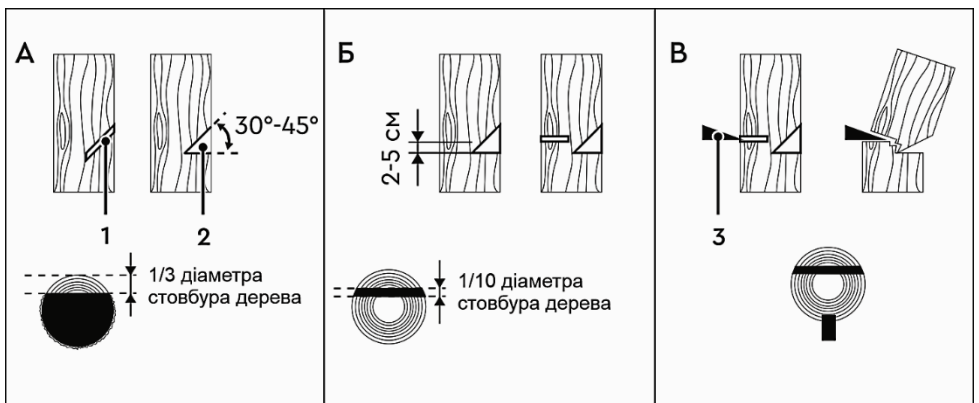

Рисунок 7
4.7.4 Виконання пропилів (рисунок 7)
Почніть пилити дерево з того боку куди воно має впасти (1, рисунок 7-A).
Зробіть клиновидний пропили (2, рисунок 7-A) під кутом 30-45°, глибина якого приблизно дорівнює 1/3 від товщини стовбура.
Валочний розпил (рисунок 7-Б) зробіть із протилежного боку від клиновидного пропилу, помістивши зубчастий упор бензопили на стовбур на 2-5 см вище нижнього краю клиновидного пропилу. Завершіть пиляння тоді, коли до внутрішнього краю клиновидного пропилу залишиться близько 1/10 діаметра стовбура. Коли робите валочний розпил, не намагайтеся пропиляти стовбур наскрізь до клиновидного пропилу.
Частина стовбура, яка залишилася непропиляною, буде направляти його в необхідний бік. Коли дерево почне падати, зупиніть роботу бензопили та негайно відійдіть у безпечну зону. Якщо дерево не почало падати, необхідно забити клин (3, рисунок 7-В), після чого дерево почне падати в сторону клиновидного пропилу.